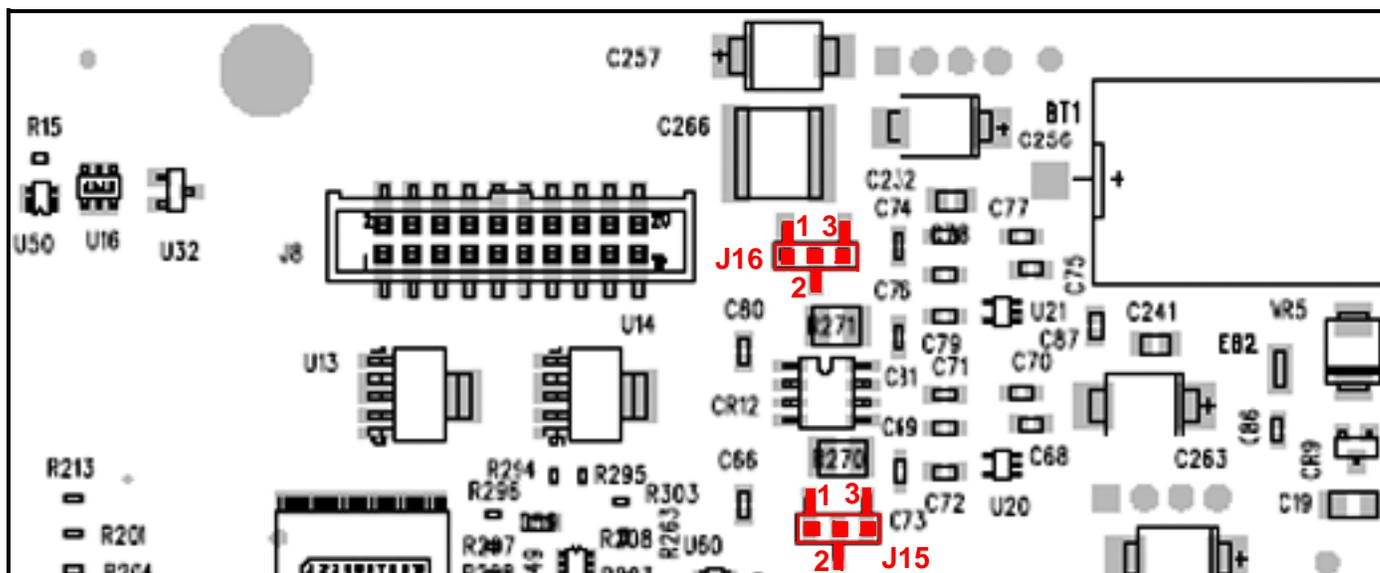

Figura 26: Terminação Modo RS-485 - Instalar ligações em J15 e J16, Pinos 1 e 2
- b. Utilizando alicates longos, mova as ligações J15 e J16 dos pinos 2 e 3 (configuração padrão de fábrica) para pinos 1 e 2 (ver Figura 26 na página 26). J16 é uma terminação para porta 1 e J15 é uma terminação para porta 2. Também é recomendado que preocupações ESD básicas, tais como fitas de pulsos aterradas, sejam utilizadas para esse procedimento.